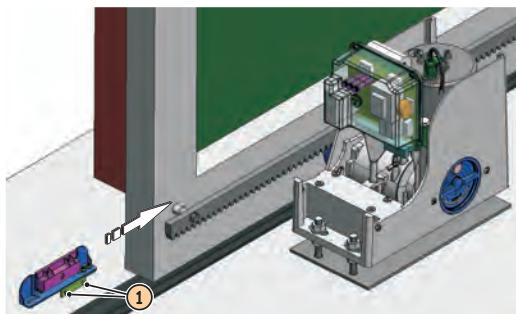

Fig. 18
③ Portare manualmente il cancello in posizione d'apertura lasciando 4 cm dall'arresto meccanico di finecorsa.
④ Far scorrere sulla cremagliera il magnete con il lucchetto aperto nella direzione di apertura, vedi figura 18. Appena il led relativo al finecorsa di apertura presente sulla scheda si spegne far avanzare il magnete di altri 10 mm e fissarlo con le apposite viti (Fig. 18 rif. ①).
- ⑤ Procedere in modo analogo per il magnete di chiusura.
⑥ Portare il cancello circa a metà della sua corsa e ribloccare il sistema (vedi paragrafo 9).